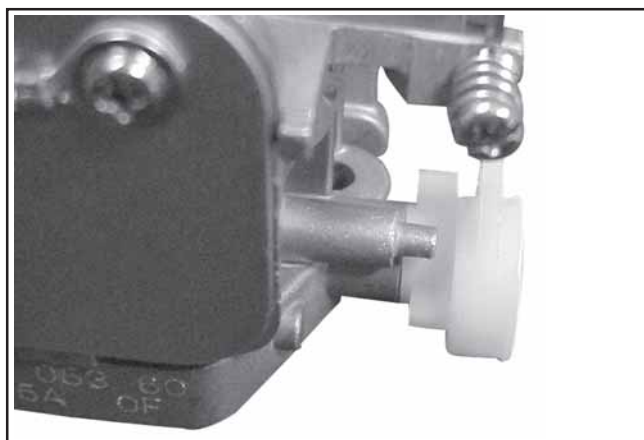

Figure 5-33. Assemblage du levier du starter.
7. Insérer le coussinet neuf à travers le levier de starter neuf depuis l'extérieur et placer le coussinet dans le trou extérieur de la tige. Positionner le levier du starter de manière à ce que le bossage saillant du carter du carburateur se place entre les deux butées formées sur le levier du starter. Voir la Figure 5-33.